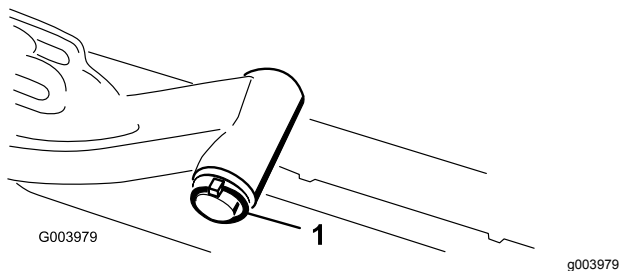

Figura 12
- A. Retire el pasador de seguridad y la arandela que fijan el eje pivotante del brazo de elevación al brazo de elevación, y deslice el eje pivotante fuera del brazo de elevación (**Figura 12**).
- C. Introduzca el eje del brazo de elevación en el brazo de elevación y fíjelo con la arandela y el pasador de seguridad (Figura 12).